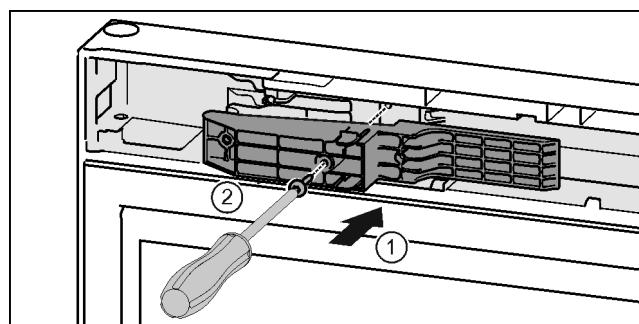

Fig. 47*
- Вставити деталь адаптера в отвір з боку ручки.* Fig. 47 (1)
- Закрутіть гвинти за допомогою викрутки T15.* Fig. 47 (2)